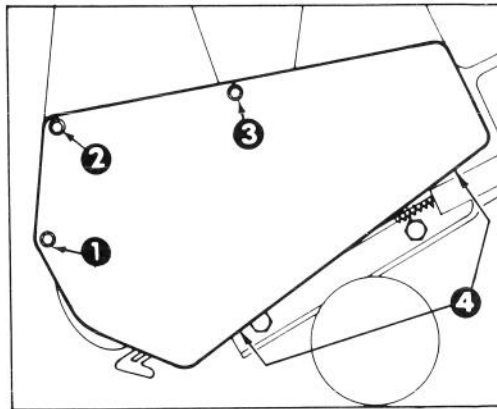

Figure 13
3. Faire basculer la déneigeuse sur son avant. Retirer les boulons de carrosserie et contre-écrous maintenant la lame racleuse (cf. fig. 13). Otez la lame racleuse en la faisant glisser vers la droite et vers le bas.
REPLACEMENT DE LA COURROIE D'ENTRAÎNEMENT (Fig. 13 et 14)
2. Retirez les 3 vis autotaraudeuses, 2 boulons à tête, 1 rondelle, et 2 écrous qui fixent le couvercle de la courroie au châssis de la déneigeuse (Fig. 13). Mettez de côté le couvercle-courroie.